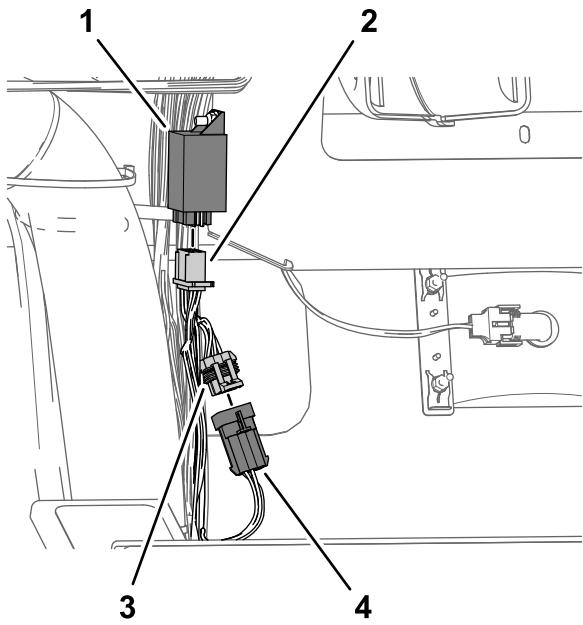

Bild 22
3. Blinkermodul (CE)
5. Stecken Sie den 6-Stift-Stecker des Kitkabelbaums in das CE-Blinkermodul (Bild 22).
6. Stecken Sie den 6-Stift-Stecker des Maschinenkabelbaums in den 6-Stift-Stecker des Kitkabelbaums, der mit TO MAIN HARNESS beschriftet ist (Bild 22).